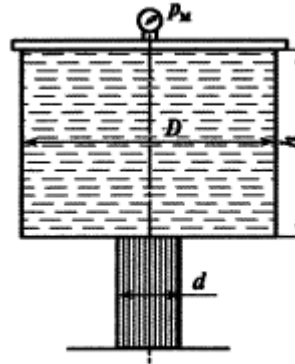

Рис. 3.1
- 3) Рассчитать манометрическое давление  $p_m$  и силу давления, действующую на верхнюю крышку сосуда, полностью заполненного водой (рис. 3.1), если вес сосуда  $G=5 \cdot 10^4$  Н; диаметр сосуда  $D=0,4$  м;  $S_2$  – площадь сечения верхней крышки; диаметр поршня, действующего на жидкость,  $d=0,2$  м; площадь сечения поршня  $S_1=3,14d^2/4$ .